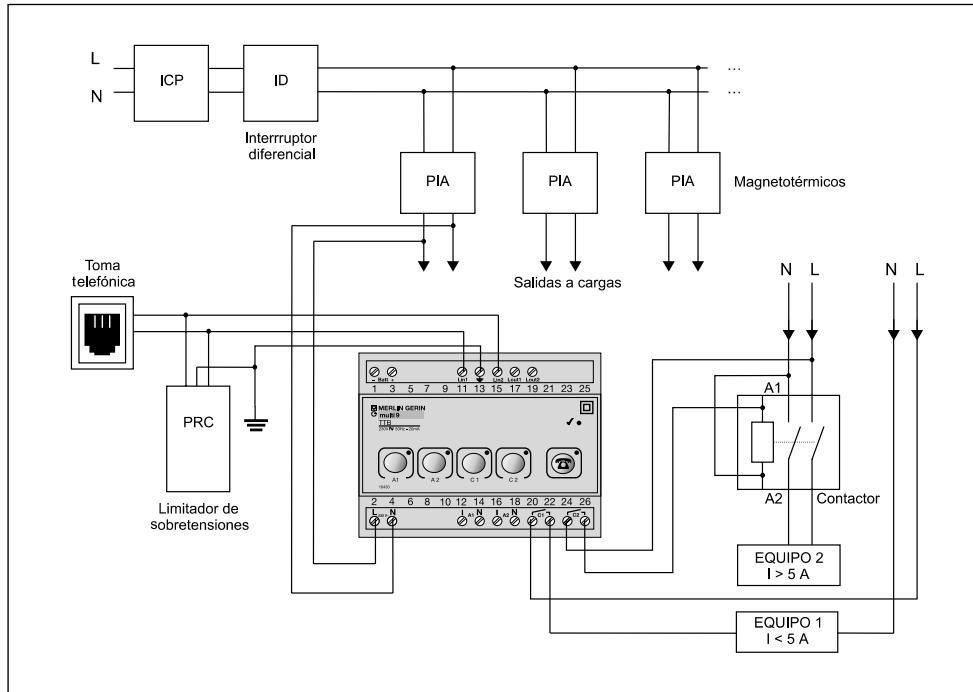

Figura 1. Esquema de elementos de protección.
En la figura 1 de la página siguiente aparecen todos los elementos de protección tal y como deben ir conectados.
- Línea telefónica. Como medida preventiva se aconseja utilizar un limitador de sobretensiones (tipo PRC de Merlin Gerin, ref.: 15462) para proteger la línea telefónica (bornes 11 y 15), tal y como se indica en la figura 1.
Si el equipo no es una carga muy inductiva, ni es iluminación fluorescente y la intensidad que consume es menor a 5 A (por ejemplo el equipo 1 de la figura 1), se puede conectar directamente el equipo al canal del transmisor telefónico.
Si la intensidad consumida es mayor a 5 A, la carga es muy inductiva o la carga es iluminación fluorescente (por ejemplo el equipo 2 de la figura 1), la fase se conecta al borne 24 del transmisor telefónico y el borne 26 a la bobina del contactor que abrirá o cerrará la alimentación del equipo 2.
La conexión de los cables de alimentación se indica en la figura 1. La línea de fase (L) se conecta al borne 2 y el neutro al borne 4.